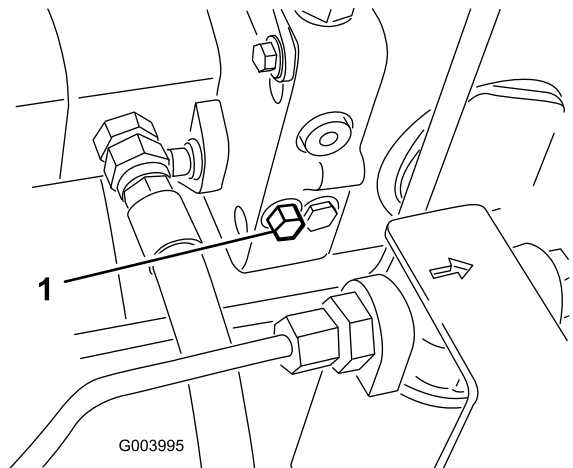

Figure 68
1. Tournez le boulon de la vanne de dérivation une fois et demie pour ouvrir la vanne et permettre la dérivation interne de l'huile (Figure 68).